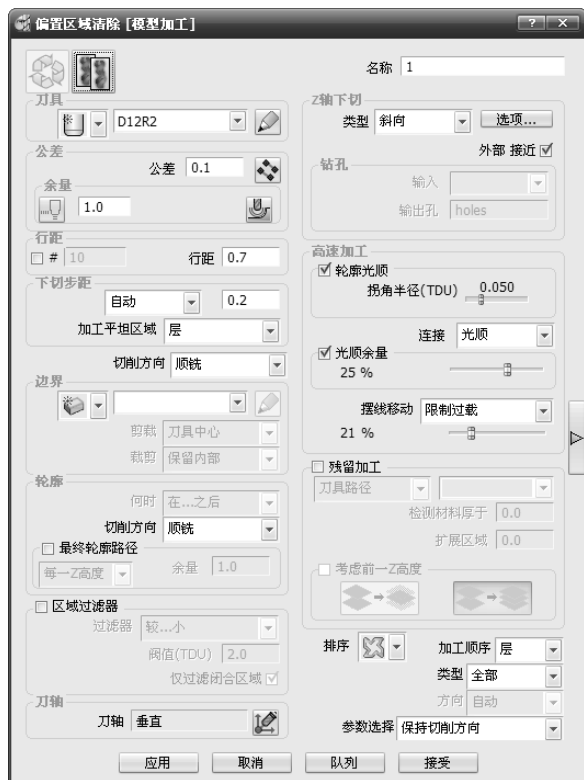

图 2-16 “偏置区域清除[模型加工]”对话框
8) 单击主工具栏上的“刀具路径策略”按钮,弹出“策略选取器”对话框。单击“三维区域清除”选项卡,选中“偏置区域清除模型”选项,单击“接受”按钮,弹出“偏置区域清除[模型加工]”对话框,如图2-16所示。
①设置“行距”为0.7,“下切步距”为0.2,“切削方向”为“顺铣”,“刀轴”为“垂直”,选择“轮廓光顺”和“光顺余量”复选框,设置“摆线移动”为“限制过载”,选择“参数选择”为“保持切削方向”。